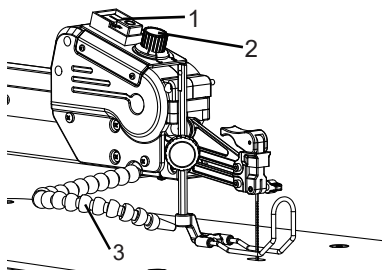

ABBILDUNG 4
Für optimale Ergebnisse sollte das Staubgebläserohr (Abb. 4, 3) so eingestellt werden, dass die Luft sowohl auf das Sägeblatt als auch auf das Werkstück gerichtet ist.
1. Schalten Sie die Säge ein, indem Sie den I/O-Schalter (Abb. 4, 1) auf I stellen. Wenn Sie die Säge zum ersten Mal starten, stellen Sie den Geschwindigkeitsregler (2) am besten auf die mittlere Position.